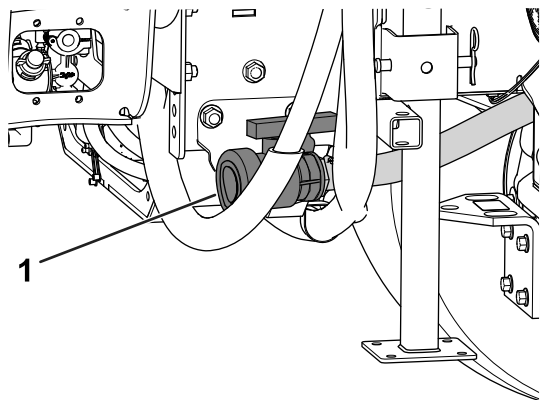

図 92
2. タンクのドレンバルブは車両の右側にある **図 92**。